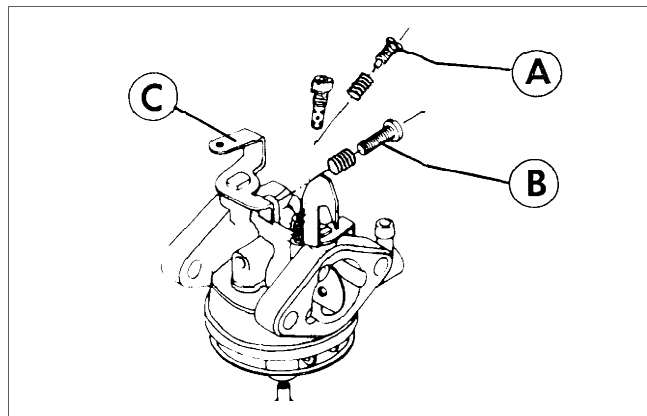

Fig. 27
Nel punto di collegamento tra i tubi e i pannelli laterali della scocca (A Fig. 28) e nel punto di collegamento delle stegole con il tubo inferiore (A Fig. 27)
1. Allentare i bulloni di fissaggio (A Fig. 27 e/o 28).
IMPORTANTE Se si procede alla regolazione delle stegole in corrispondenza del punto di collegamento al tubo inferiore, può rendersi necessario regolare anche il cavo della manetta (B Fig. 27) per ottenere la giusta velocità del motore.